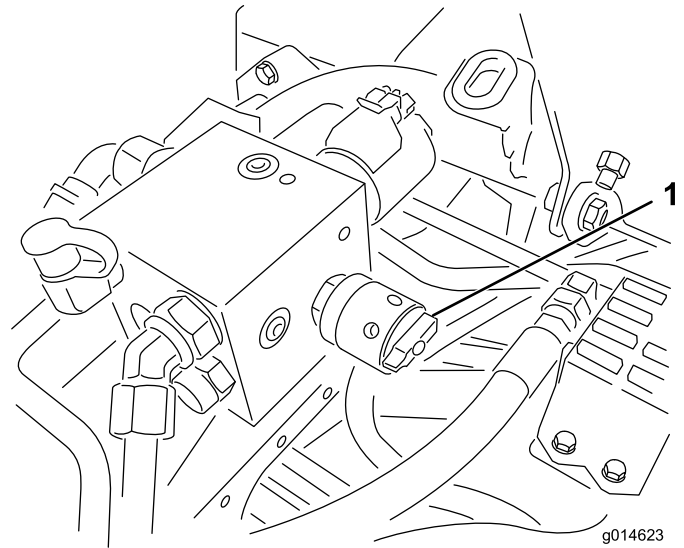

图38
4. 要设置滚刀的速度、请旋转旋钮（图38）直至指示器箭头与表示所需设置的数字对齐为止。